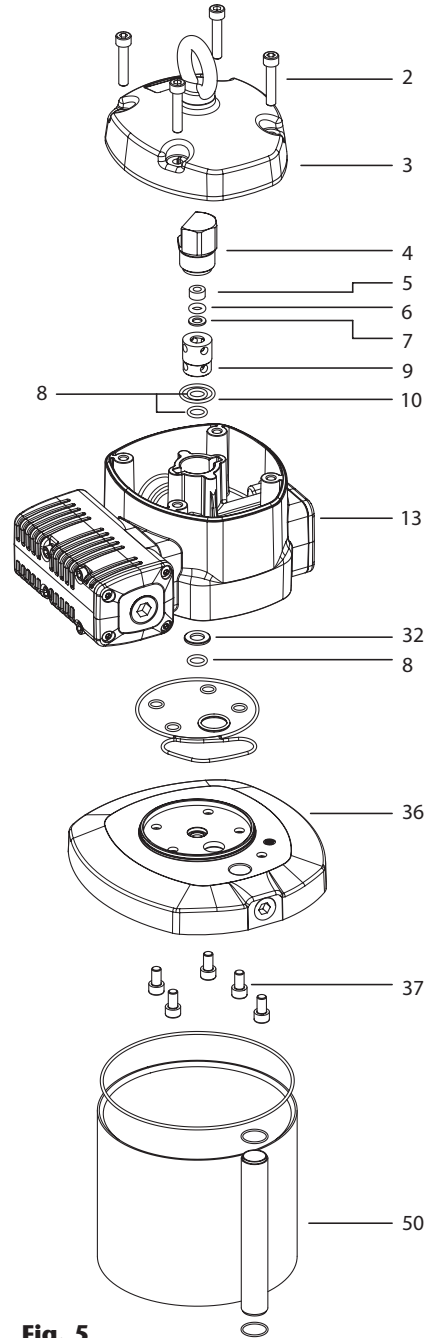
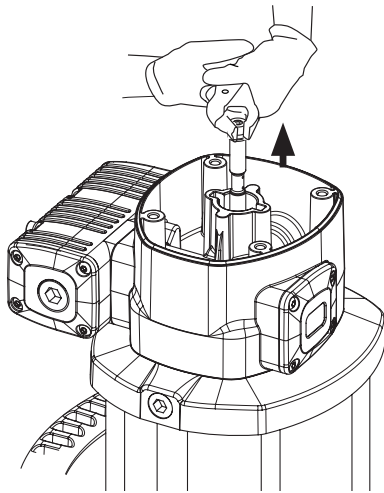

Fig. 5
Fig. 5a
JUNTAS DEL MOTOR DE AIRE (FIG. 5)
1. Desenrosque los cuatro tornillos (2) y quite la tapa (3).
2. Desenrosque el tapón inversor (4).
3. Con ayuda de una mordaza manual sobre el casquillo (5), tire hacia fuera del vástago (39) hasta que aparezca su rebaje central (Fig. 5a). Después, con otra mordaza manual agarre el vástago (39) en dicha zona rebajada central para no dañar la superficie destinada al sellado y desenrosque el casquillo (5) (Fig. 5 b).
4. Deseche la tórica (6) y el aro (7), y use otros nuevos posteriormente al volver a montar.
5. Desenrosque los cuatro tornillos (55). Tire hacia arriba del cabezal motor (13) hasta liberarlo junto con la brida (36).
6. Quite el casquillo inversor (9). Sustituya las juntas (8) y (10) de este casquillo.
7. Desenrosque los cinco tornillos (37) y separe el cuerpo motor (13) de la brida (36). Extraiga la arandela (32) y sustituya la junta (8).
8. Retire el cilindro (50) sujetando con cuidado el émbolo (46). Sustituya la junta (45) de dicho émbolo.
9. Vuelva a montar el conjunto en sentido inverso, aplicando fijador de rosca en los tornillos (37), casquillo (5) y tapón inversor (4).